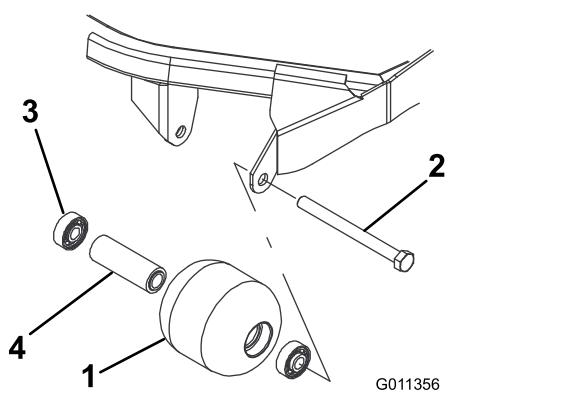

Figura 94
1. Retire o parafuso de montagem do rolo (Figura 94).
estão danificados (Figura 94). Substitua os componentes danificados e volte a montá-los.
1. Introduza o primeiro rolamento na estrutura do rolo (Figura 94). Empurre só a calha externa ou, então, exerça o mesmo tipo de pressão nas calhas interna e externa.
2. Coloque o espaçador (Figura 94)
3. Introduza o segundo rolamento na estrutura do rolo (Figura 94). Exerça o mesmo tipo de pressão nas calhas interna e externa até a calha interna entrar em contacto com o espaçador.